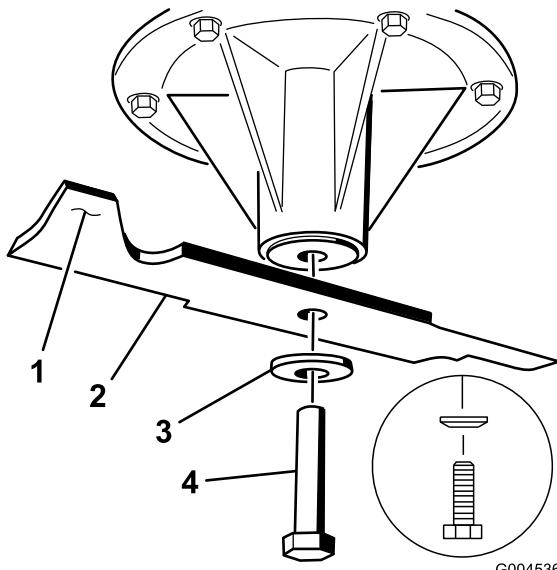

Bild 94
- Setzen Sie das Messer auf die Spindelwelle (Bild 94).
- Setzen Sie die Federscheibe und die Messerschraube ein. Der Konus der Federscheibe muss bei der Installation in Richtung Schraubenkopf zeigen (Bild 94). Ziehen Sie die Messerschraube mit 115 bis 149 Nm an.